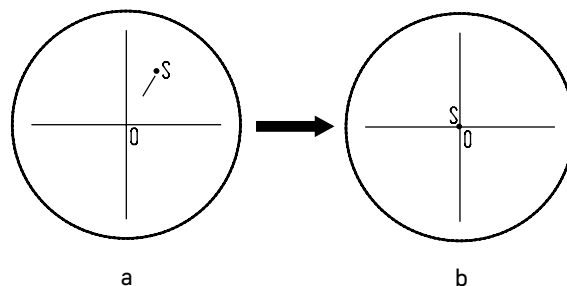

Рис. 6. Настройка канала визуализации
- Установите рукоятку переключения светового потока 3 в положение для наблюдения через окуляры. Наблюдая объект через окуляры, найдите отличительную точку в поле зрения (легко идентифицируемую цель, такую как точка S на рис. 6 а), переместите объект на предметном столике так, чтобы данная точка находилась в центре поля зрения, как показано на рис. 6 б. Для этой процедуры вместо обычного препарата удобно использовать специальный калибровочный слайд с перекрестием, а вместо обычного окуляра – окуляр с перекрестием.